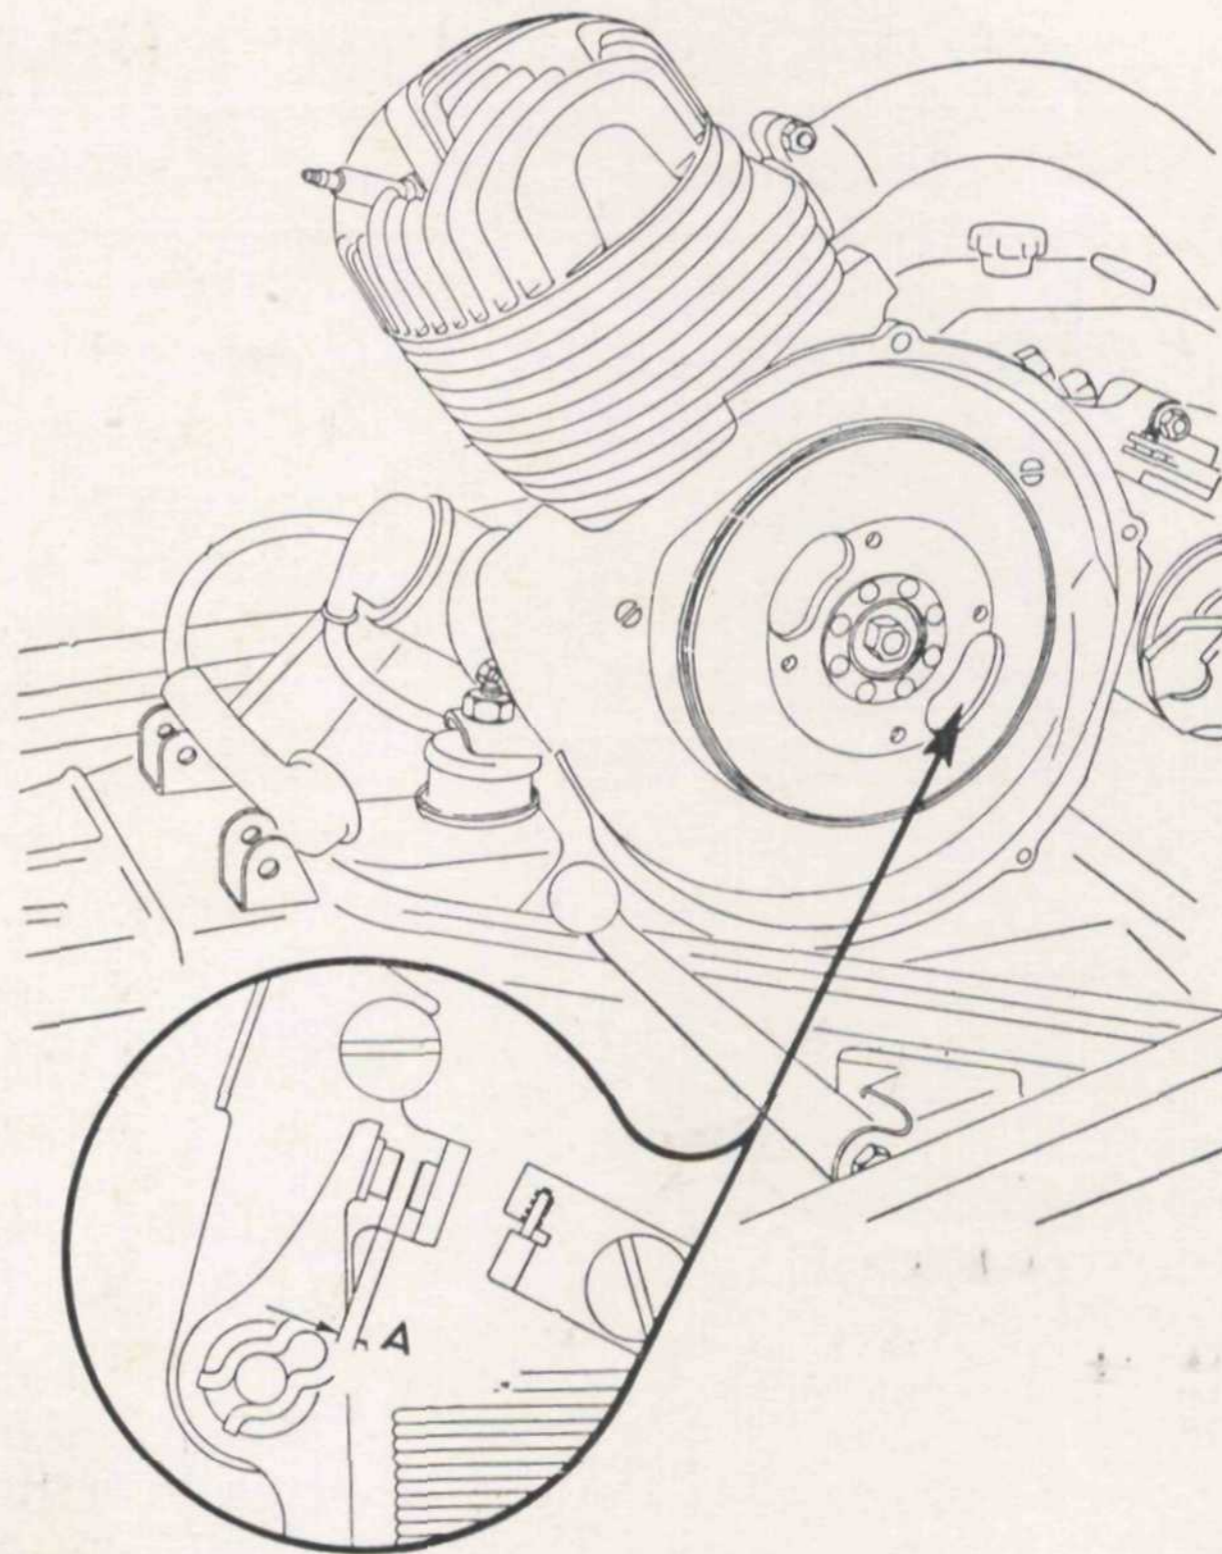

Fig. 18 - Registrazione puntine del ruttore
SMONTAGGIO TESTA DAL CILINDRO	— Slacciare dalla candela il cavo A. T. (ved. fig. 18), smontare la « cuffia di raffreddamento » e i dadi che fissano la testa al cilindro (chiave a tubo).
- 3) - Pulire, e se necessario registrare, le puntine platiniate del ruttore (fig. 18). Per evitare inconvenienti o irregolarità all'accensione, si consiglia **far eseguire questa operazione dalle Stazioni di Servizio.**